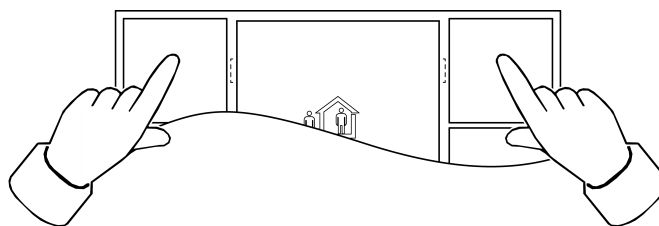

Figure 1: Ouvrir ou quitter le menu
- Accéder au menu : appuyer simultanément sur les deux boutons supérieurs (voir figure 1).